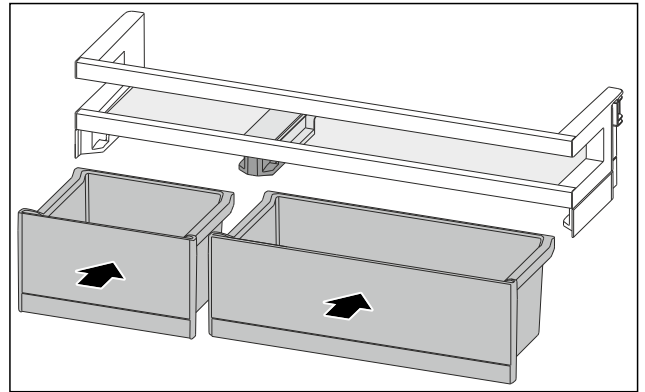

Fig. 126
- VarioBoxen in getauschter Anordnung einsetzen. (siehe Fig. 126)